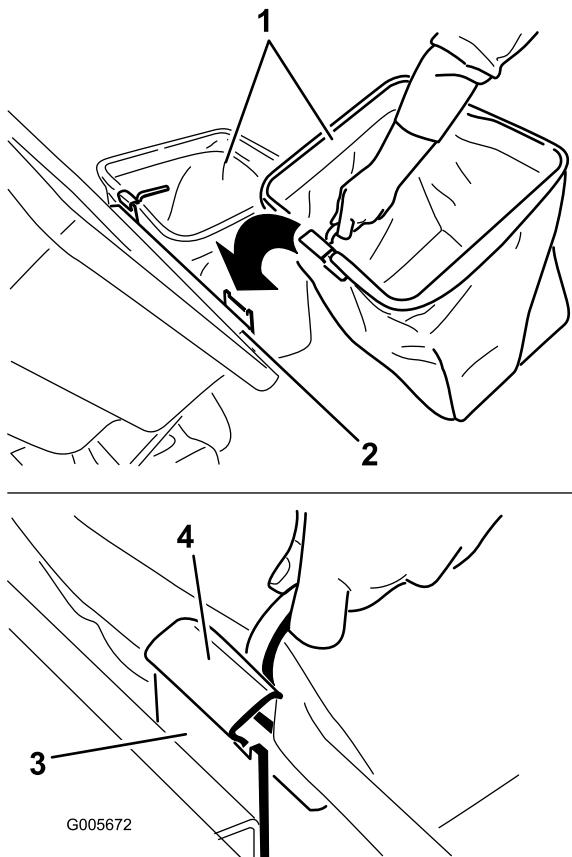

Figura 14
- Levante la tapa del ensacador e instale las bolsas, colocando el enganche del bastidor de cada bolsa sobre los soportes de retención (Figura 14).